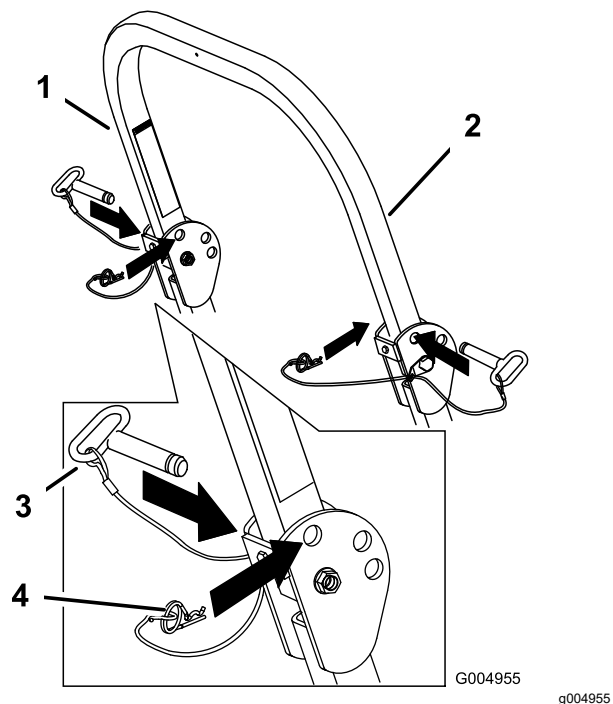

Figura 7
1. Togliete le spine delle coppiglie e le 2 spine (Figura 7).
3. Montate le 2 spine e fissatele con le coppiglie (Figura 7).
2. Alzate completamente il roll bar, montate le 2 spine, quindi fissatele con le coppiglie (Figura 7).